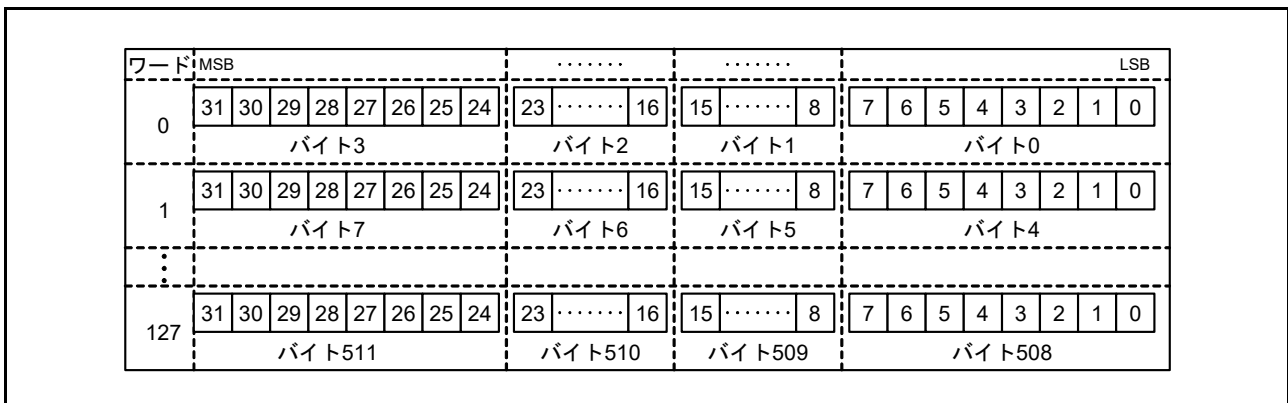

図 43.5 SD\_BUF 格納データ
3. SD\_BUF に格納されたデータが SD\_BUF0 から読み出される (図 43.5 を参照)。